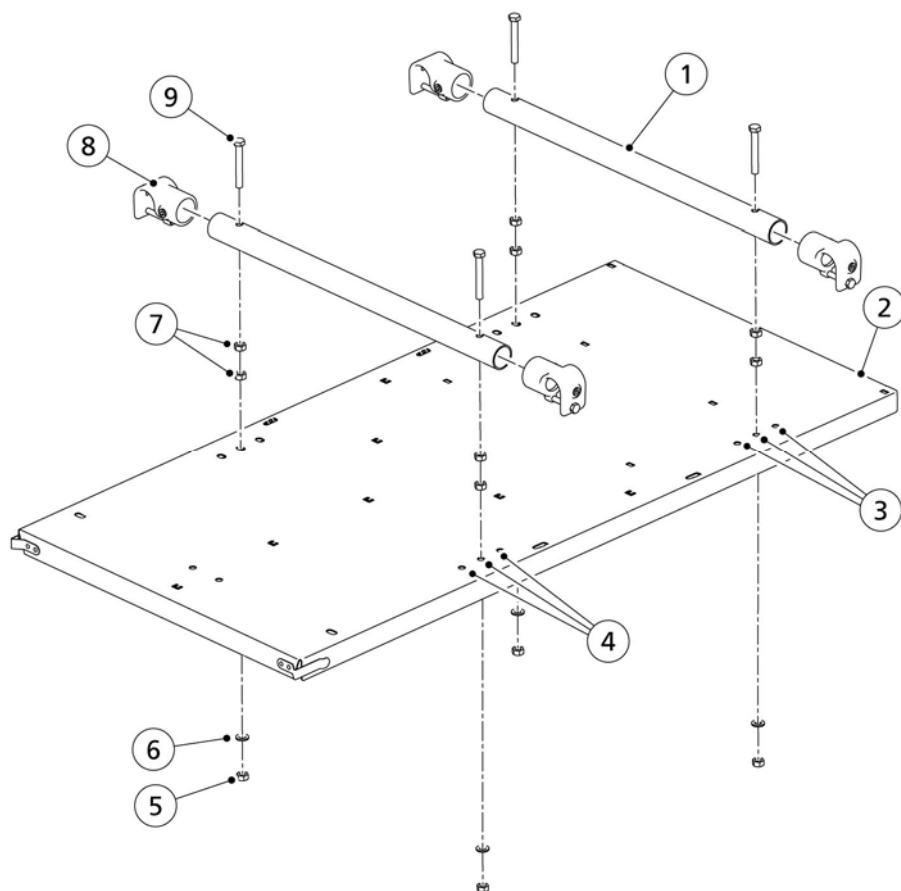

Figure 21. Torude paigaldamine esipaneeli külge
3. Paigaldage kaks paigaldustoru tagapaneeli külge, kasutades nelja mutrit (5) ja seibi (6).
4. Eemaldage nelja T-klambri (1) küljest 17 mm mutrivõtme abil neli polti (3, fig. 21, page 5-12).